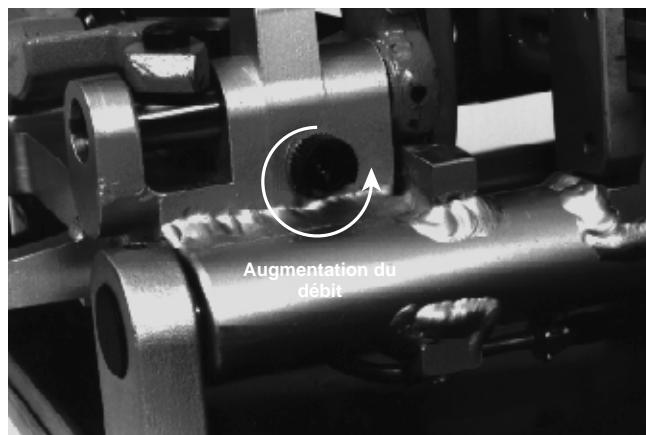

Figure 17 – Contrôle du débit d'huile
- NOTA!** Le débit d'huile peut être réglé à l'aide du robinet d'huile situé au dos du chariot (se reporter à la Figure 17).
Le débit de l'huile sortant de la tête de filière peut être augmenté ou diminué en réglant le robinet. (*Figure 17.*)